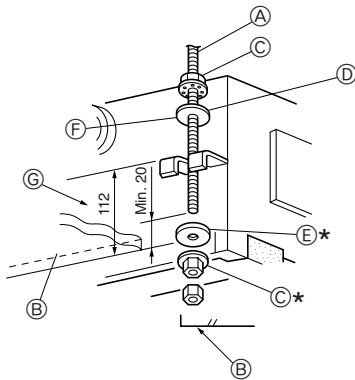
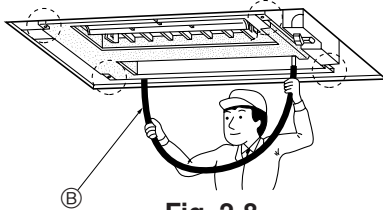

Fig. 2-7
Fig. 2-8
1. Unterlegscheiben ① ② (mitgeliefert) und die dazugehörigen Muttern (vor Ort zu beschaffen) zunächst auf die Aufhängungsschraubbolzen aufschrauben. (Fig. 2-7)
* Dies muß in nachstehender Reihenfolge geschehen (von oben): Mutter, Unterlegscheibe mit Isolierung ②, Unterlegscheibe ohne Isolierung ①, 2 Muttern.
* Unterlegscheibe mit Isolierung ② mit der isolierten Fläche nach unten zeigend, wie in der Abbildung dargestellt, in Stellung bringen.
2. Die Anlage in die vorgesehene Stellung anheben und ordnungsgemäß mit den Aufhängungsschraubbolzen ausrichten. Die Klammer zwischen Unterlegscheiben ① ②, die bereits angebracht wurden, einsetzen und befestigen. Dies an allen vier Stellen vornehmen.
① Aufhängungsschraubbolzen (3/8" oder M10) ② Unterlegscheibe ② (mit Isolierung)
③ Unterlegscheibe ①
④ Deckenfläche
⑤ (Mit der Isolierung nach unten installieren)
⑥ Mutter (3/8" oder M10)
⑦ Maß zur oberen Vorderseite der Klammer
4. Vergewissern, daß alle vier Ecken waagrecht ausgerichtet sind. Dazu eine Wasserwaage oder einen durchsichtigen mit Wasser gefüllten Kunststoffschlauch verwenden. (Fig. 2-8)